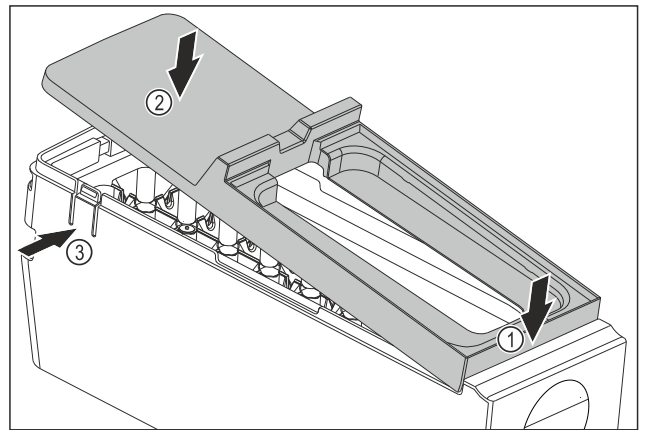

Fig. 124
- Montare la copertura del corpo dell'EasyTwist-Ice: Applicare la copertura sul davanti. Fig. 124 (1)
- Abbassare la copertura sul retro. Fig. 124 (2)
- La copertura si innesta in entrambe le linguette Fig. 124 (3) in modo udibile.